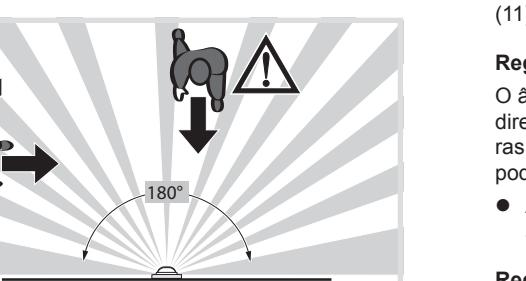

Figura 6: direção de movimento e deteção
- Ter em atenção o sentido do movimento: a distinção é feita entre „movimento frontal“ e „movimento transversal“. Movimentos transversais ao detector de movimento podem ser detectados de melhor forma que os movimentos na direção do detector de movimento (figura 6).